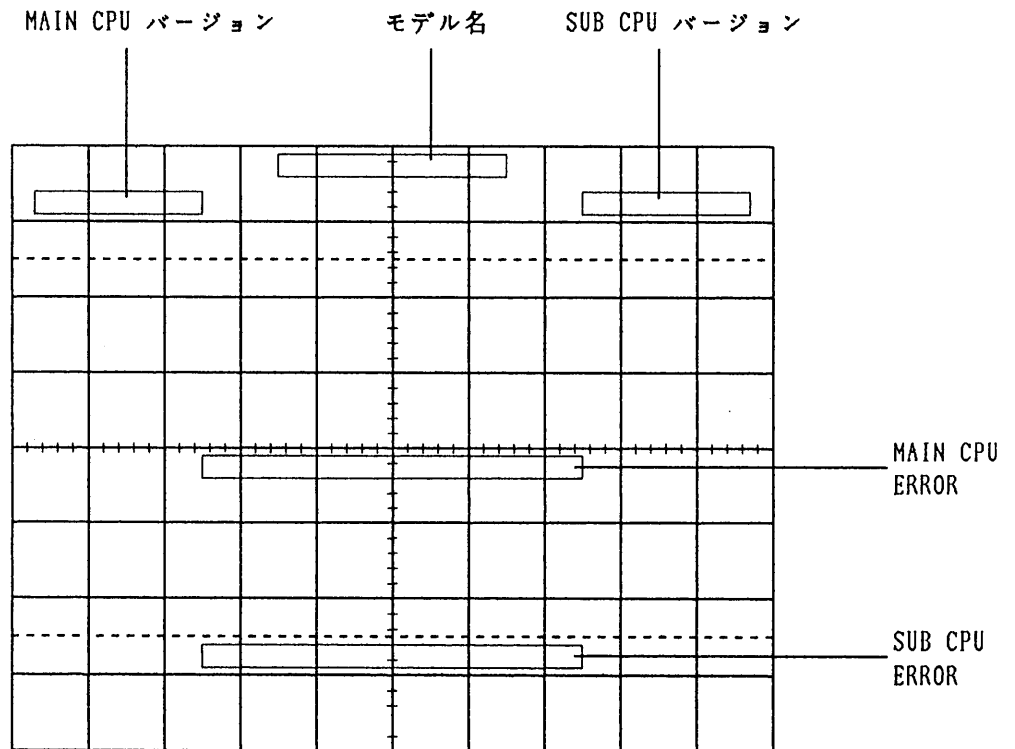

図7-1 自己診断管面表示
COM7100AGP, COM7060AGP 形では、イニシャルモードセットと同様に INTEN つまみ ② が2ndファンクションキーとして動作します。このとき管面表示は図7-1のようになり、約3秒間で消えます。